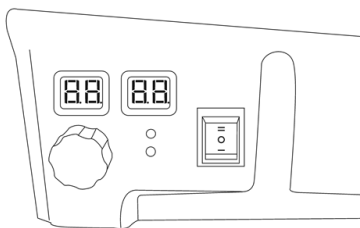

Abbildung 4
2. Öffnen Sie das Gasventil und drehen Sie den Netzschalter in die Position „II“. Im linken Anzeigefenster wird die eingestellte Temperatur angezeigt, im rechten Fenster die Raumtemperatur. Das Heizgerät zündet automatisch, wenn die eingestellte Temperatur höher ist als die Raumtemperatur (siehe Abbildung 4).